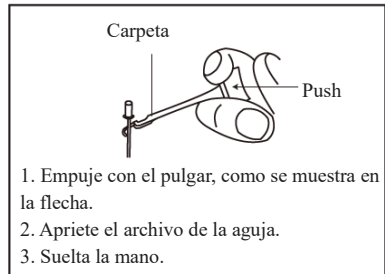

Figura 6
4.5.5 Sujete el archivo con un clip de archivo y mueva el archivo hacia el vértice. Cuando la distancia sea inferior a 2 mm, se dará una alarma continua [Figura 6].